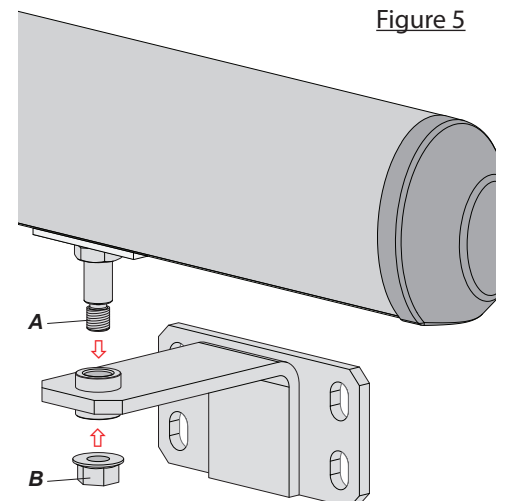

Figure 5
- Introduire le goujon inférieur (A) de l'opérateur (préalablement enduit de graisse) dans le trou de la fixation qui devra être fixée au portail (Figure 5).
- Bloquer les pièces avec l'écrou à embase fourni (B).